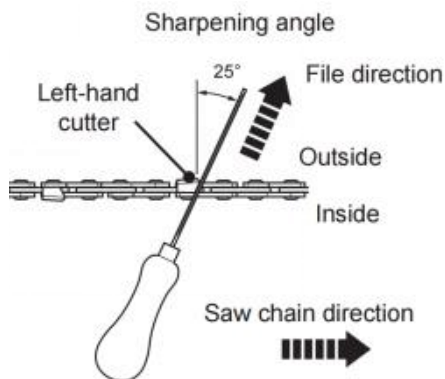

Fig. 74
5. Limare con un angolo perpendicolare alla barra e con un angolo di 25° rispetto alla direzione di marcia (Fig. 74).